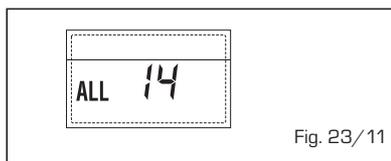

Fig. 23/11
- **ANOMALIE DU VENTILATEUR "ALL 15"** (fig. 23/12)